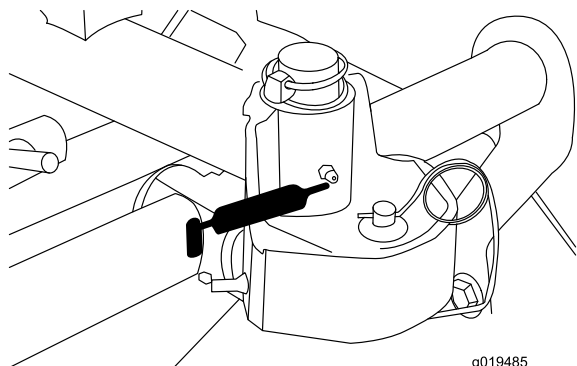

Figure 44
- Bâti porteur de plateau de coupe et pivot (2 chacun) (Figure 44).